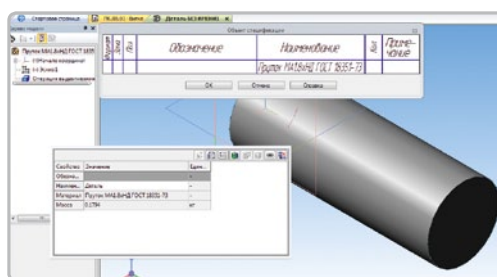

Рис. 11. Создание объекта спецификации в разделе «Материалы»
**Раздел Материалы.** При создании объекта спецификации в сборке или детали добавлена возможность опционального включения синхронизации материала, заданного в свойствах модели, с наименованием создаваемого объекта спецификации и наименованием модели (рис. 11). Раньше приходилось изменять наименование модели вручную, набирая неудобно-длинные названия материалов.